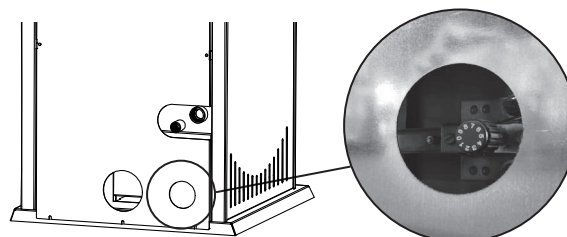

Fig.14
**4.1.4. CONTROLLO AUTOMATICO COMBUSTIONE:** la termostufa è dotata di una valvola di regolazione automatica dell'aria comburente: al raggiungimento della temperatura dell'acqua impostata, la valvola autoregola l'aria in entrata necessaria alla combustione. (Fig.14)